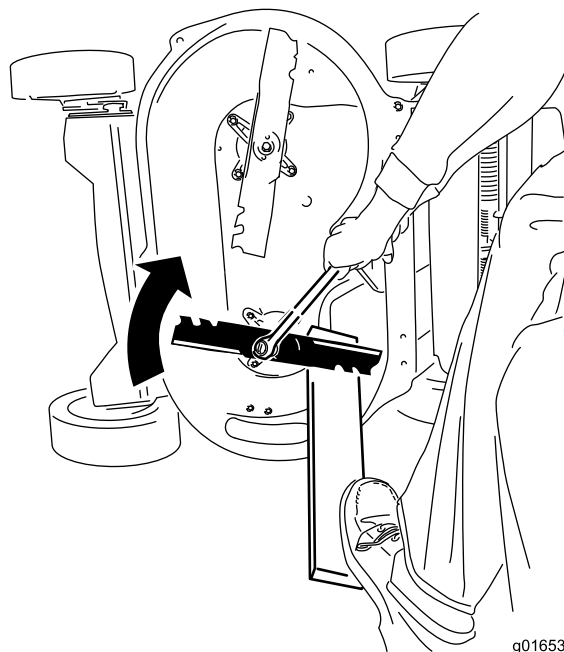

Figura 5
2. Apoye cada cuchilla en un trozo de madera, y gire el perno de la cuchilla en el sentido de las agujas del reloj con una llave dinamométrica, según se muestra en Figura 5; apriete el perno de la cuchilla a 82 Nm.